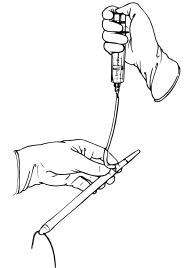

Abbildung 4-9.
- Den Zylinder hinten mit der vorderen Spitze nach unten festhalten, damit sich der distale Zylinderabschnitt zuerst füllt (**Abbildung 4-9**).